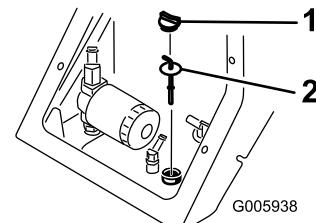

図 15
- 油圧オイル・タンクの注油口の周囲をきれいに拭く（図 15）。
- ディップスティック兼キャップを引き抜いてディップスティックで油量を点検する（図 15）。